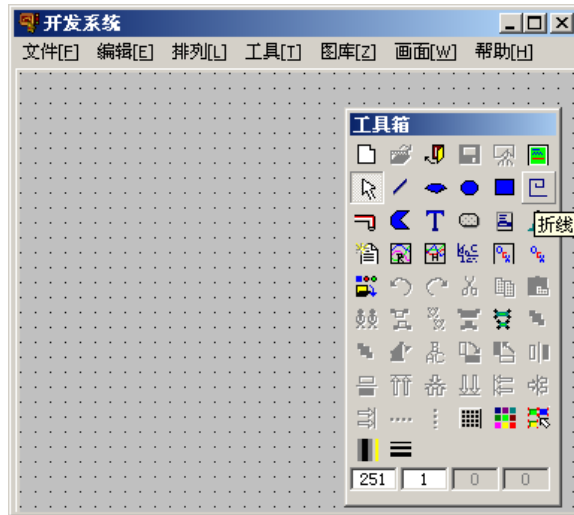

图 2.6 组态王 7.0 开发系统
- ◇ **确定按钮**：点击该按钮进入内嵌组态王 7.0 画面开发系统。如图 2.6 所示。